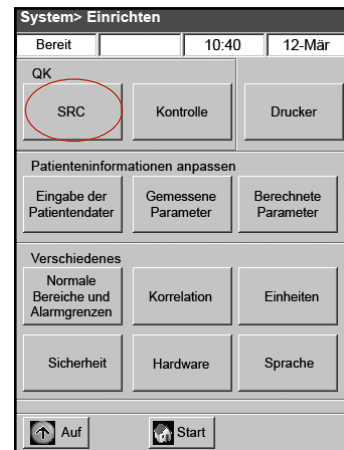

Abbildung H-2: Bildschirm System > Einrichten
- Am Bildschirm System > Einrichten tippen Sie auf **SRC** (Abbildung H-2).